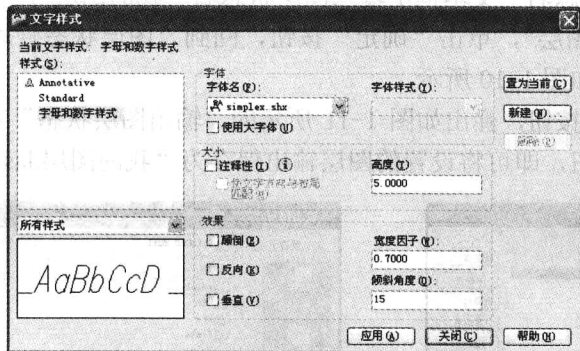

图 1-14 创建“字母和数字样式”
3. 单击“确定”按钮，返回“文字样式”对话框。在“字体名”下拉列表中选择 simplex.shx 选项，在“高度”文本框中输入 5，在“宽度因子”文本框中输入 0.7，在“倾斜角度”文本框中输入 15（见图 1-14），单击“应用”按钮。